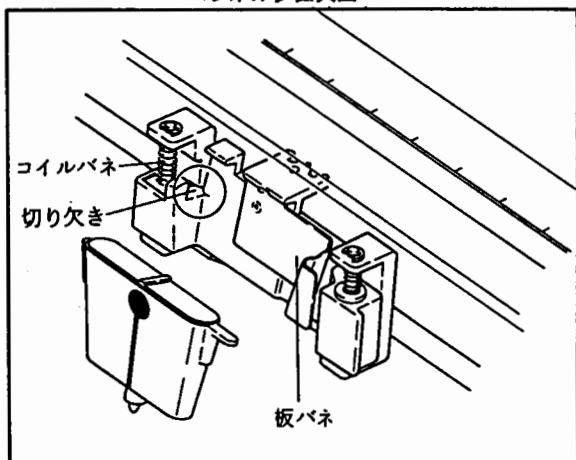

図3.3
- (2) フェルトペンのペンキャップをはずし、図3.3のように色線が外側に向くようにします。ペンの向って左側の突起部をペンホルダのコイルバネ側「切り欠き」に差し込みます。